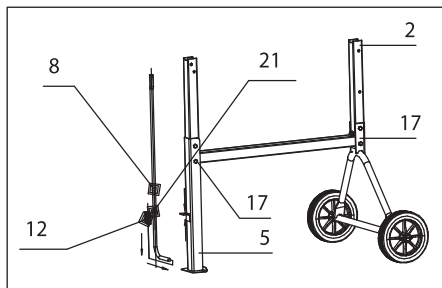

Рис. 4
С другой стороны установить стойку поз. 5, совместить отверстия, установить в них болты поз. 17, шайбы, завернуть гайки. Схема сборки представлена на рис. 4.
3. Установить на ось поз. 8 шайбу поз. 21, пружину поз. 12. Установить ось в сборе с пружиной и шайбой в уголок стойки поз. 5, как показано на рис. 4.